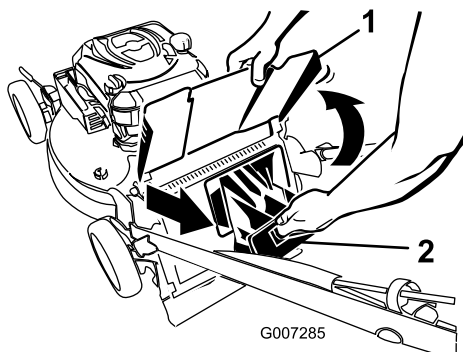

Figure 30
1. Soulevez le déflecteur d'éjection et gardez-le dans cette position (Figure 30).
2. Retirez l'obturateur d'éjection arrière (Figure 30).